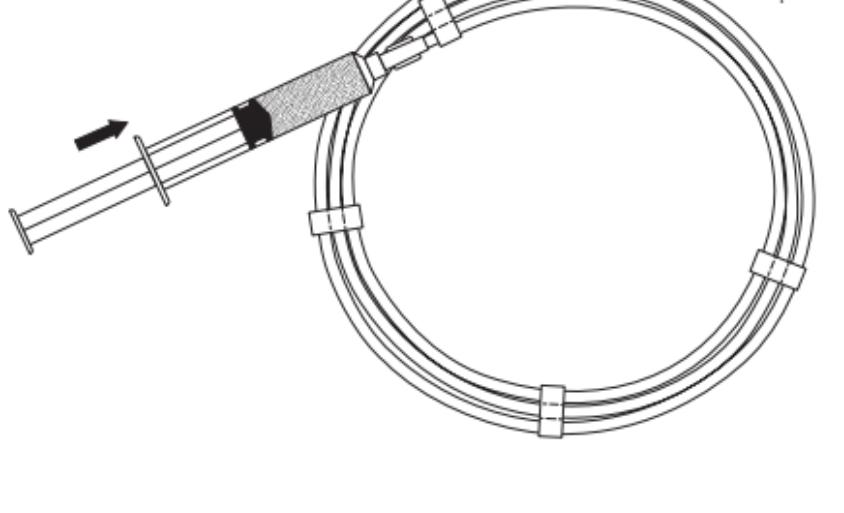

Fig. 1
- Injicera tillräckligt med lösning för att helt fukta ledarens yta. (Fig. 1) Detta kommer att aktivera AQ-beläggningen, vilket gör ledarytan mycket glatt.